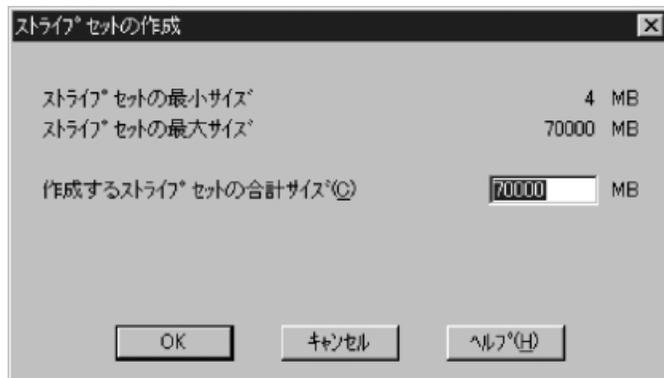

図 6. ストライプセットの作成ダイアログボックス
2. [パーティション] メニューより [ストライプセットの作成] をクリックすると、図 6 のストライプセットの作成ダイアログボックスが表示されるので、「OK」をクリックします。